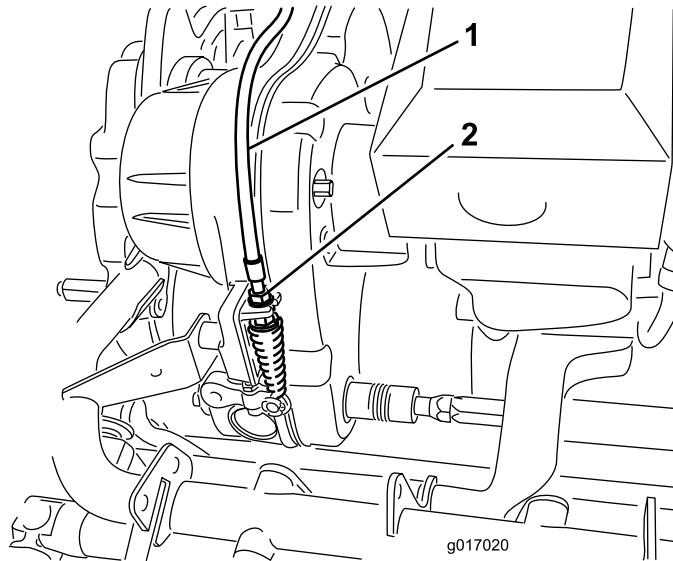

Bild 47
2. Stellen Sie den Spindelbowdenzug am Getriebeschott (Bild 47) ein, um eine Federlänge von 70,6-72,4 mm zu erhalten.